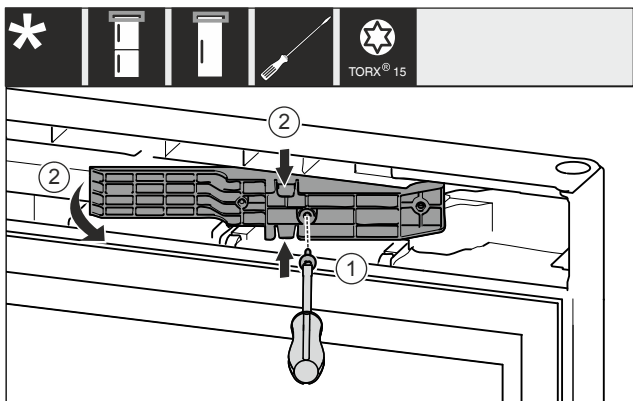

Fig. 12 *
- ▶ Vabastage kruvid kruvikeerajaga T15. Fig. 12 (1)*
- ▶ Tõmmake adapterdetail välja. Fig. 12 (2)*